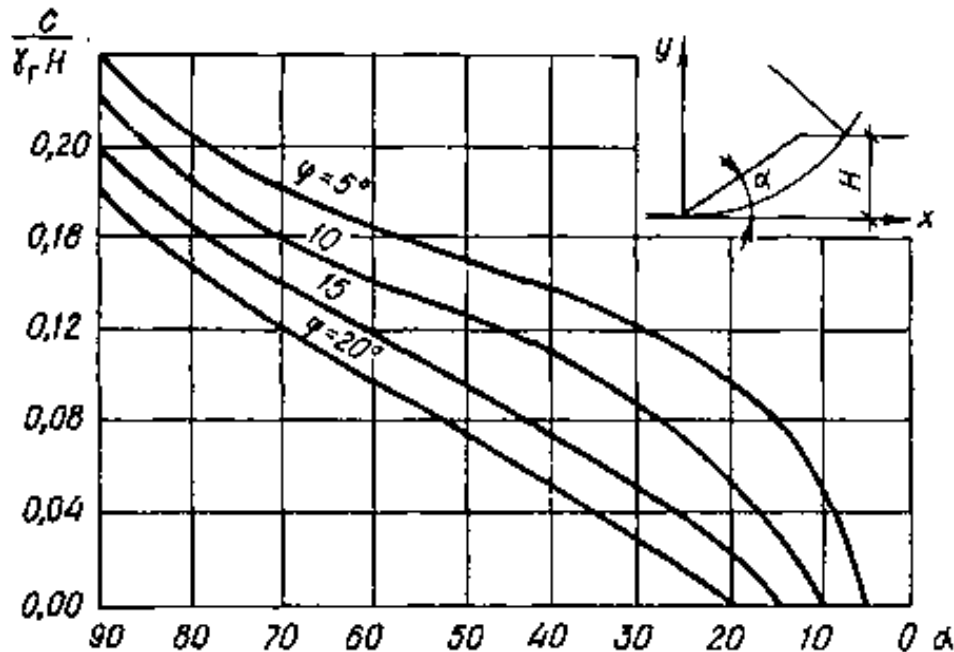

Рисунок 1 – Графік для розрахунку стійкості відкосів ґрунтових гребель
1. Перевірити стійкість низового відкосу ґрунтової греблі за прикладом розв'язання, користуючись рис. 1, заповнити табл. 2.5.3.